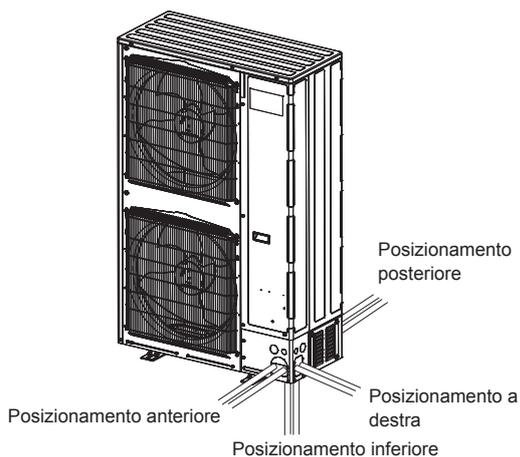

Fig. 4-11
- 3 Fissare il coperchio anteriore e il coperchio posteriore in modo che corrispondano a ciascuna delle direzioni in cui passa la tubazione. (Fig. 4-11)
- Quando si instradano le tubazioni utilizzando un coperchio per tubazioni, tagliare il foro di uscita nel coperchio della tubazione (B o D) dopo il solco e avvolgere i tubi. (Fig. 4-11)